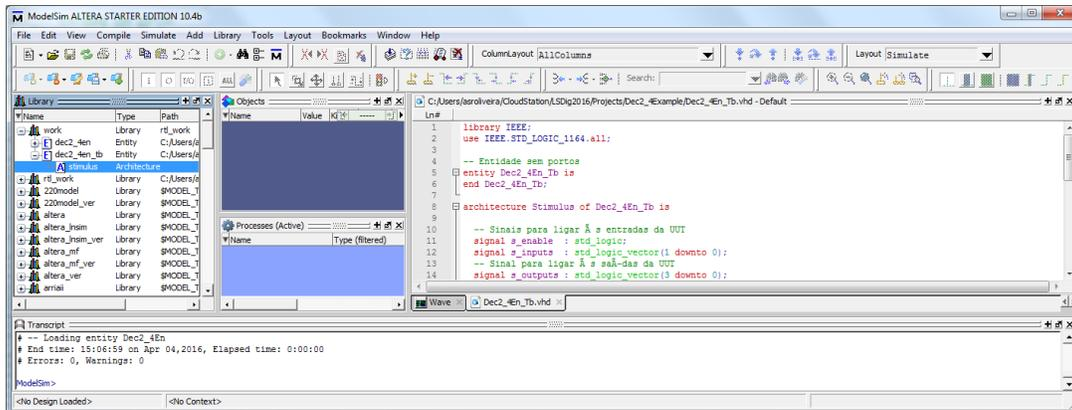

Figura 6 – Início da simulação da entidade `Dec2_4En_Tb` e arquitetura `Stimulus`.
9. Inicie a simulação através de um duplo clique na arquitetura “stimulus” da entidade “dec2_4en_tb” apresentada na biblioteca “work” (projeto atual) na janela “Library” da aplicação “ModelSim Intel FPGA Starter Edition” (Figura 6).